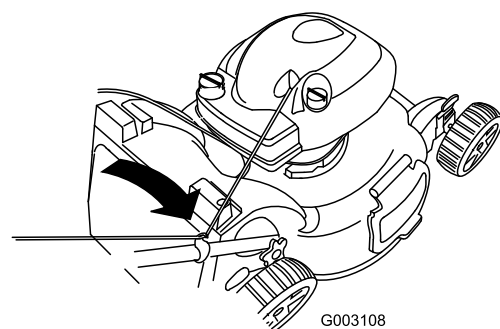

Figure 24
2. Faites passer le câble du lanceur autour du guide inférieur (Figure 24).